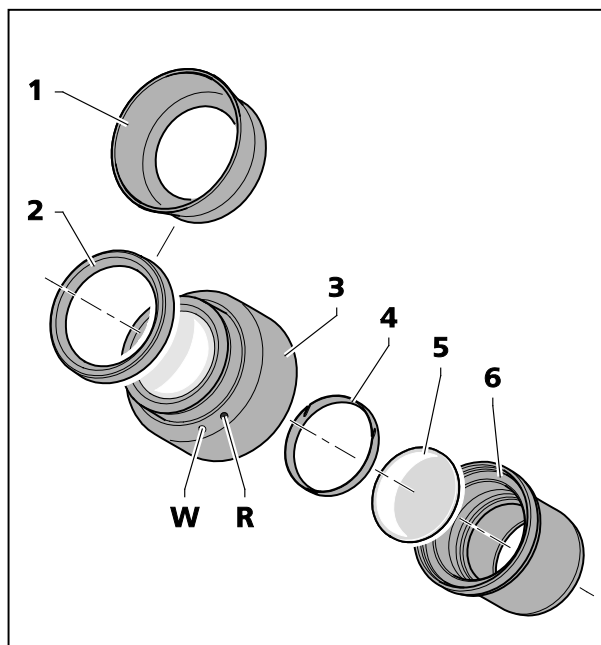

図 16 接眼レンズプレートの取り付け
接眼レンズにゴム製のメガネ保護リングが付いており、メガネに擦り傷が付くのを防いでいます。これらは、反転式アイカップ (図 16/1) に交換することができます。
- その場合、メガネ保護リング (図 16/2) を接眼レンズから外し、アイカップ (図 16/1) をセットします。
- カバー (図 16/6) を接眼レンズ (図 16/3) から取り外します。
- ロックリング (図 16/4) を取り外します。
- 接眼レンズプレート (図 16/5) をセットします。
追加のガラスパスの効果で簡単な画像移動は、視度においてゼロ位置が白色の点（図 16/W）ではなく、赤色の点（図 16/R）で表示されることによって考慮されています。